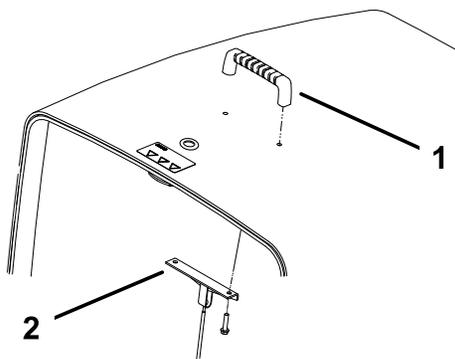

Рисунок 5
2. Установите ручку и кронштейн троса на капот с помощью двух винтов (Рисунок 5).